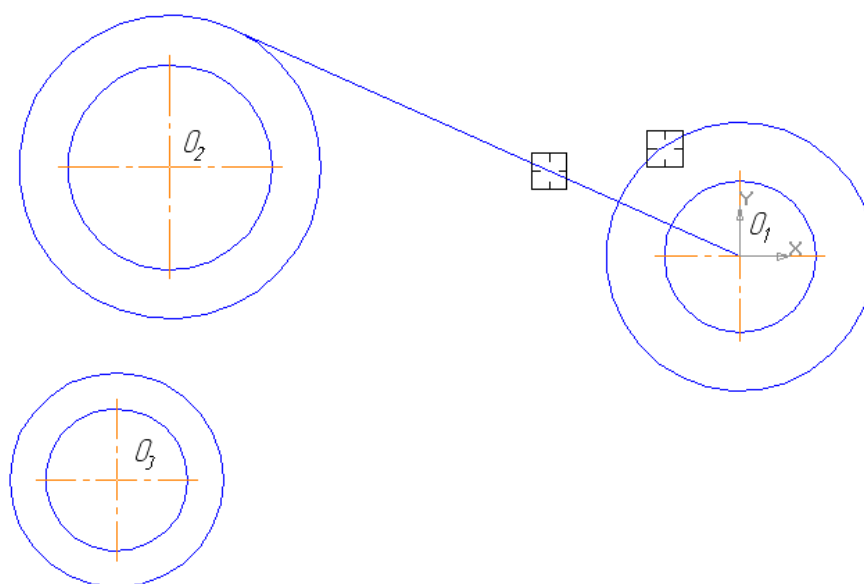
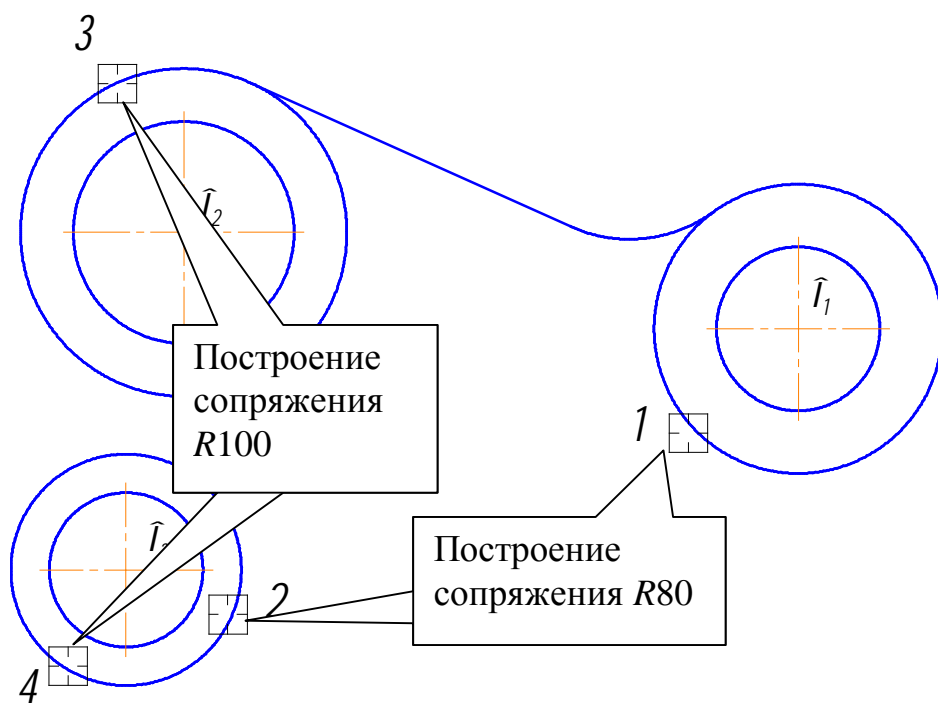

Рис. 77
Рис. 78
4. Создайте сопряжения радиусами 30, 80, 100 мм, рис. 78.
Включите кнопку **Скругление**  на панели **Геометрия** . В поле **Радиус скругления** в Строке параметров введите значение «30». После этого укажите мишенью на отрезок и на окружность, рис. 77. Результат выполнения операции показан на рис. 78.
Аналогично постройте плавные сопряжения дугами  $R100$  и  $R80$  (рис. 78). При выполнении скруглений большое значение имеет место указания объектов. Если при выполнении скругления  $R100$  Вы укажете окружности в точках 1 и 2, рис. 79, то система выполнит построение другого варианта сопряжения.